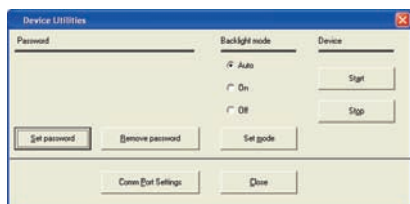

Fig. 5
- Selecione o comando de menu Configuration > Device Utilities. A janela Device Utilities aparecerá como mostrado na janela abaixo (Fig. 5).